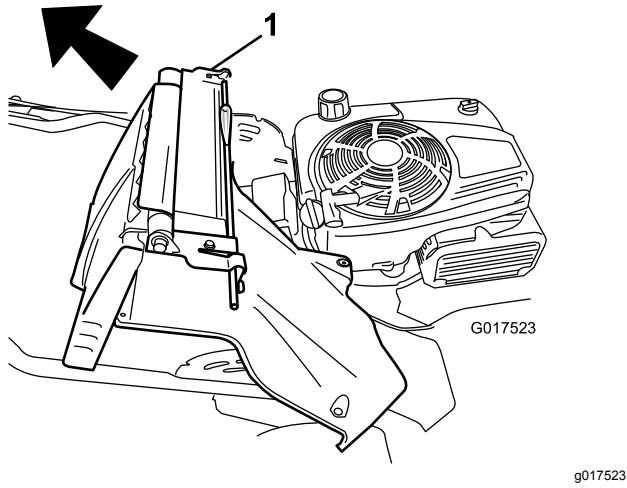

Figura 36
7. Retire a porta traseira e conjunto da alavanca-bloqueio-manípulo (Figura 36).